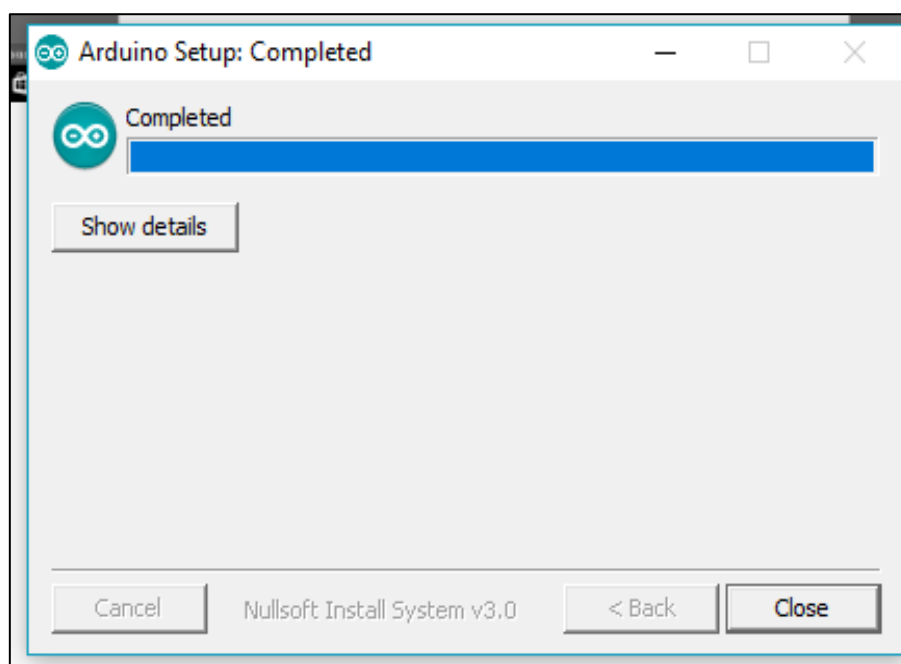

Figura 11. Instalación completada del IDE Arduino
- Al culminar le daremos en close e inmediatamente se nos levantara otra ventana donde le daremos en permitir el acceso tal como se muestra en la figura 11 y 12.